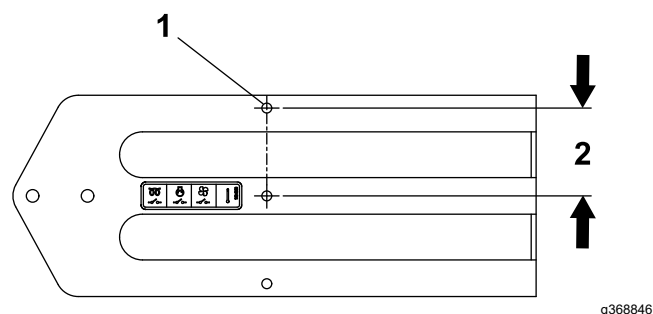
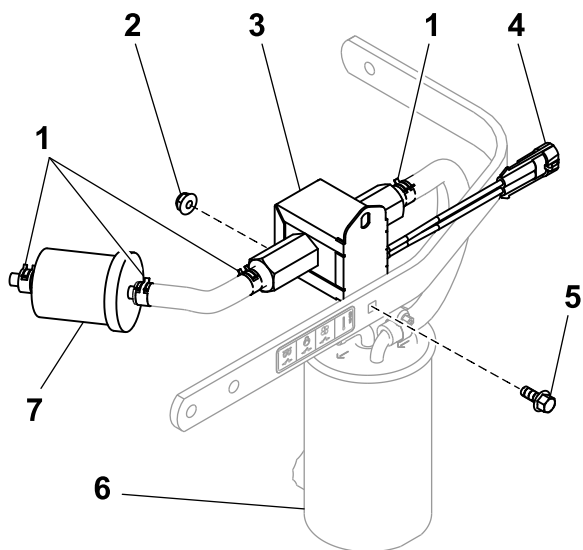
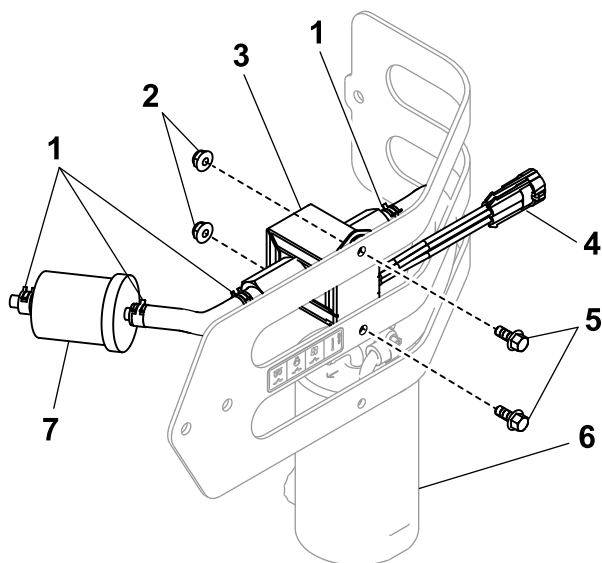

Рисунок 14
Рисунок 15
Рисунок 16
Используйте Рисунок 1, Рисунок 14, Рисунок 15 и Рисунок 16 для выполнения данной процедуры.
4. Только для машин, предназначенных для эксплуатации за рубежом: определите местоположение, разметьте и просверлите отверстие (диаметром 9/32 дюйма) в ограждении, как показано на Рисунок 14 и Рисунок 16.
5. Для машин, предназначенных для эксплуатации внутри страны: установите новый топливный насос, используя нижнее отверстие в насосе, с помощью болта (1/4 x 5/8 дюйма) и контргайки (1/4 дюйма), см. Рисунок 15. На машинах, предназначенных для эксплуатации внутри страны, используется только одна гайка и болт.
6. Для машин, предназначенных для эксплуатации за рубежом: установите новый топливный насос, используя оба отверстия в насосе, и закрепите с помощью 2 болтов (1/4 x 5/8 дюйма) и 2 контргаек (1/4 дюйма), см. Рисунок 16.